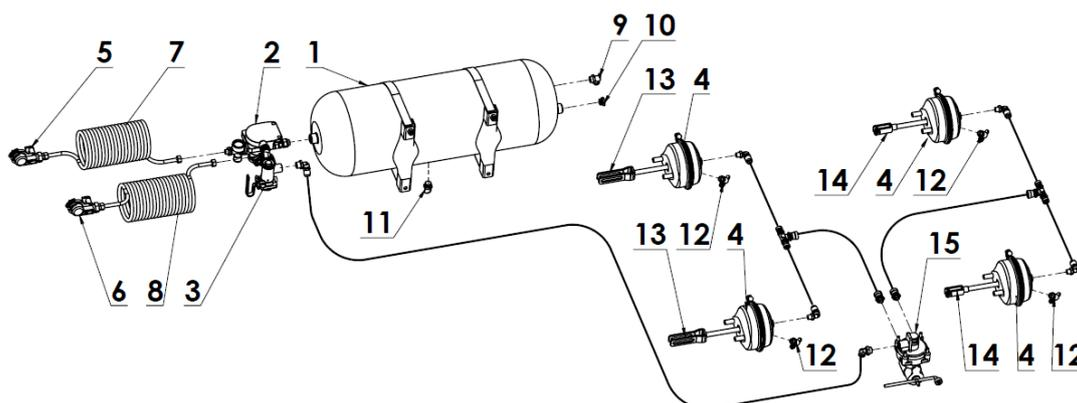

Рисунок 8-й 2-проводная пневматическая тормозная система с клапаном ALB - навозоразбрасыватель N267/2:
- 2-проводная пневматическая тормозная система с клапаном ALB N267/2 (рисунок 8),